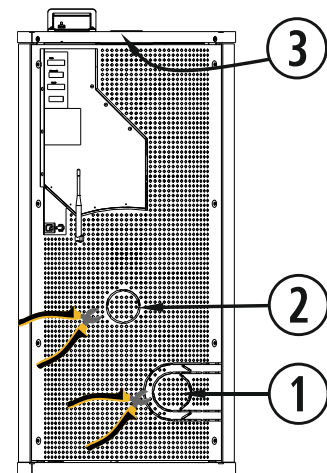

Figura 5
**Não BIFLUXO:** Retirar a proteção do extractor (1) e do tubo de entrada de ar (2). *Figura 5*
**BIFLUXO:** Retirar a tampa superior (3).